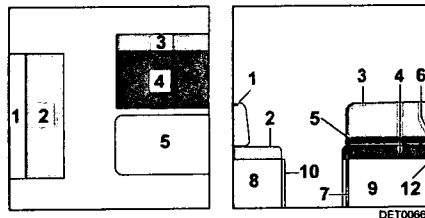

Bild 39 Vor dem Umbau
- Das Rückenpolster (Bild 39,1) und das Sitzpolster (Bild 39,2) der Längssitzbank abnehmen und beiseite legen.